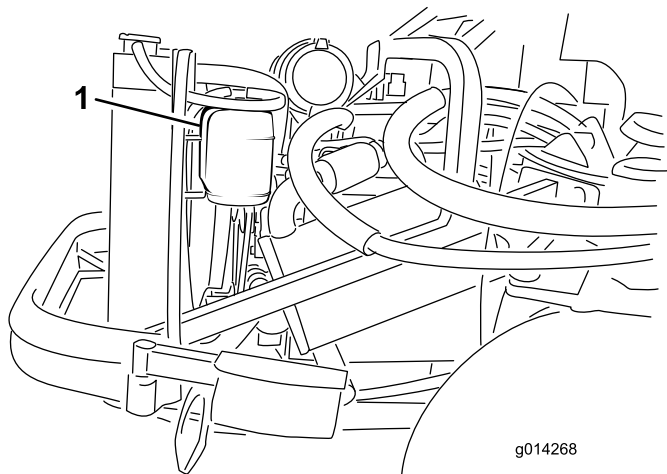

図 41
1. 液量の点検は補助タンクで行う(図 41)。タンク側面についている2本のマークの間にあれば適正である。